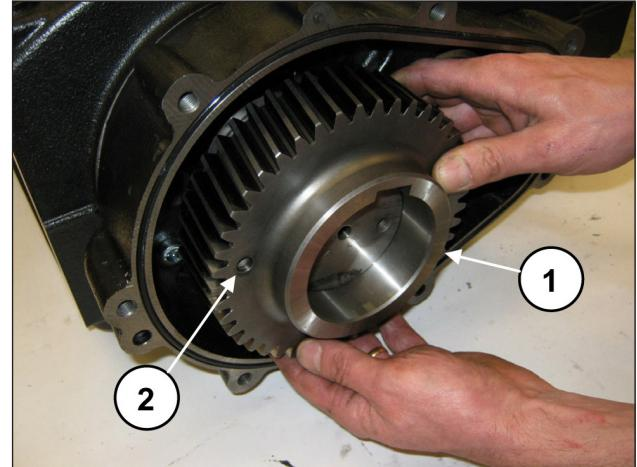

Fig. 14
Dégager la couronne (rep. ①, Fig. 14). Si nécessaire, utiliser un extracteur à inertie à appliquer aux 2 trous M8 (rep. ②, Fig. 14).